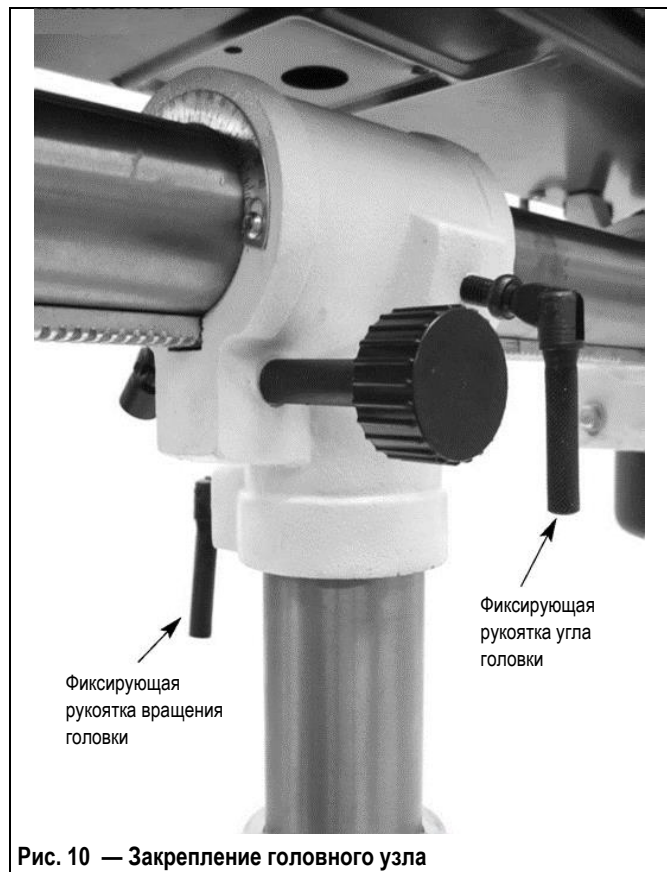

Рис. 10 — Закрепление головного узла
- Чтобы закрепить головной узел, затяните фиксирующие рукоятки (см. рис. 10, стр. 6).